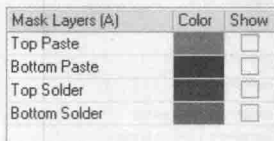

图 1-6 防护层
(2) 防护层：主要用来确保电路板上不需要镀锡的地方不被镀锡，从而保证电路板运行的可靠性，如图 1-6 所示。其中，Top Paste 和 Bottom Paste 分别为顶层阻焊层和底层阻焊层；Top Solder 和 Bottom Solder 分别为锡膏防护层和底层锡膏防护层。